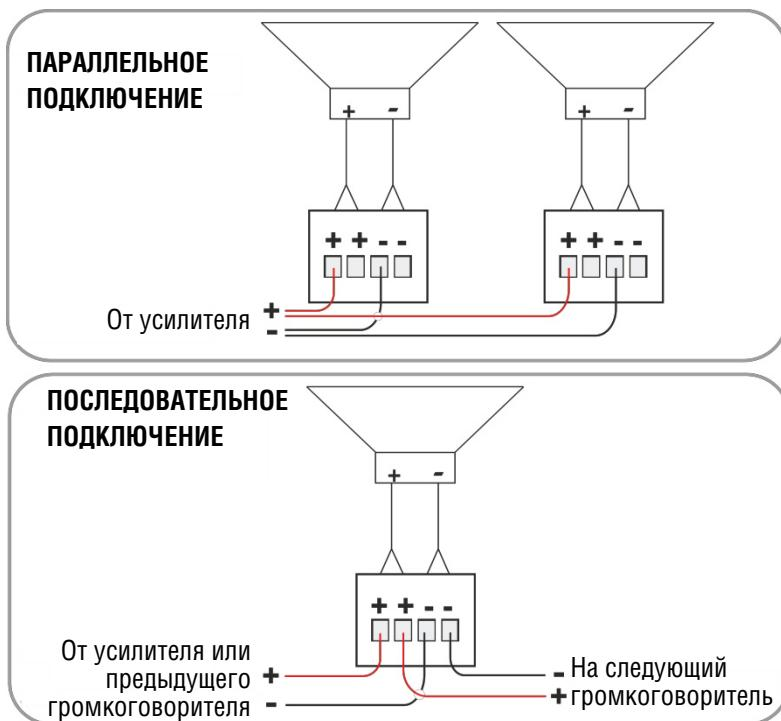

Рис. 3. Схема подключения потолочного громкоговорителя закрытого типа
На рис. 3 приведена электрическая схема подключения потолочного громкоговорителя закрытого типа:
- **Параллельное соединение:** усилитель подключается непосредственно к каждому из громкоговорителей. Если отсоединить один из входных соединителей, остальные громкоговорители останутся подключенными (см. рис. 3).
- **Последовательное соединение:** пара проводов (+ и -) от громкоговорителя подключается к клеммам + и – последующего громкоговорителя. При отключении одного из соединителей последующие громкоговорители будут отсоединенны (см. рис. 3).